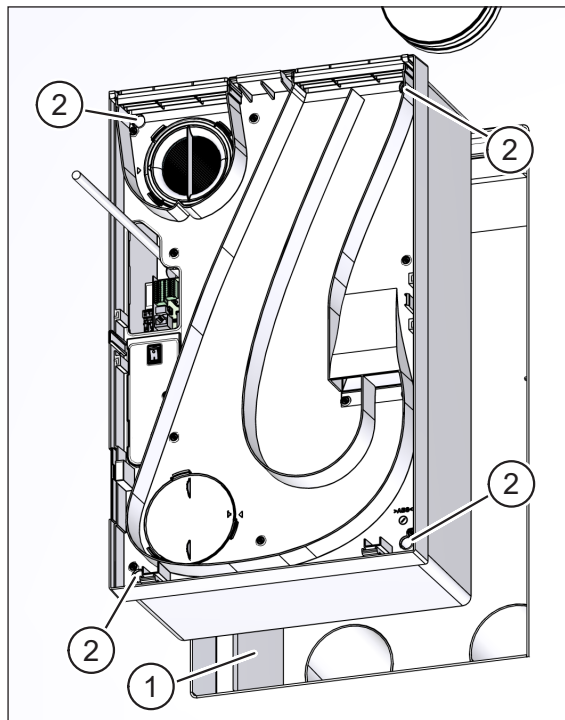

Fig. 37: Montarea aparatului de ventilație – montaj cu integrare totală în perete U²
- ▶ Împingeți cu grijă aparatul de ventilație cât de mult este posibil în caseta de pe perete (elementul 1 în Fig. 37).
- ▶ Utilizați cele patru șuruburi cu cap în cruce (elementul 2 în Fig. 37) pentru a fixa aparatul de ventilație. Strângeți **ușor** șuruburile folosind o secvență diagonală.